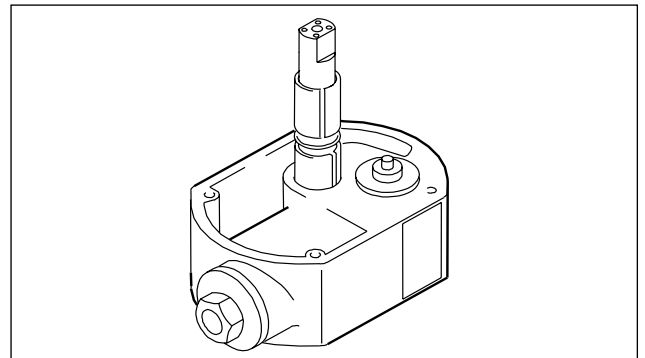

Fig. 17: Montaje del vástago del émbolo
- Para montar la junta anular y los casquillos de los cojinetes se recomienda emplear la varilla del pistón como guía (véase Fig. 17).